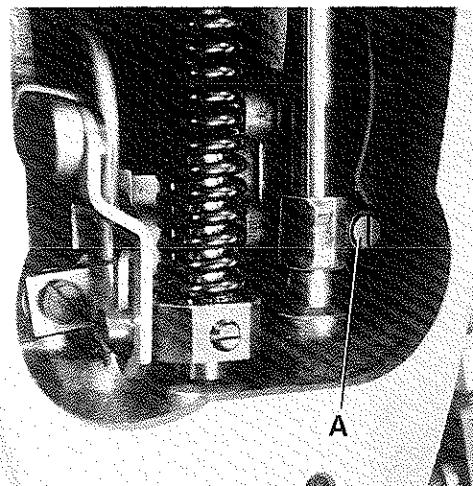
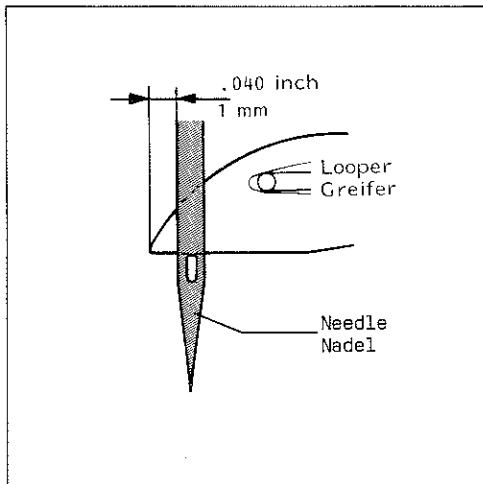

Fig.16
Fig.18
2. Remove the head cover.* Loosen screw (A, Fig. 16) in the needle bar connection and rotate needle bar until the needles center in the needle holes of throat plate.
3. Retighten screw (A).
* Screw (A, Fig. 16) will also be accessible when removing the plug in the head cover, without dismounting head cover.
The height of needle bar is correct, when the looper points at their travel from right to left are 1 mm (.040 in.) left of the needles (see Fig. 18) and the top of the needle eyes are flush with the underside of the loopers. For adjustment loosen screw (A, Fig. 16) and move needle bar up or down as required. Retighten screw (A). Care should be taken not to disturb the alignment of the needle bar when making this adjustment.
2. Entfernen Sie den Kopfdeckel*. Lösen Sie die Schraube (A, Fig. 16) im Nadelstangenmitnehmer und drehen Sie die Nadelstange bis die Nadeln mittig in den Stichlöchern der Stichplatte stehen.
3. Ziehen Sie die Schraube (A) wieder an.
- * Die Schraube (A, Fig. 16) wird auch ohne Abbau des Kopfdeckels zugänglich, wenn man den Verschluß im Kopfdeckel entfernt.
Die Nadelstangenhöhe ist richtig eingestellt, wenn die Greiferspitzen bei ihrem Weg von rechts nach links 1 mm links der Nadeln stehen (siehe Fig. 18) und Oberkante Nadelöhre und Unterkante Greifer in gleicher Höhe sind.
Lösen Sie für diese Einstellung die Schraube (A, Fig. 16) und schieben Sie die Nadelstange nach Bedarf nach oben oder unten. Ziehen Sie die Schraube (A) wieder an. Beachten Sie, daß bei dieser Einstellung die Nadelstange nicht verdreht wird.